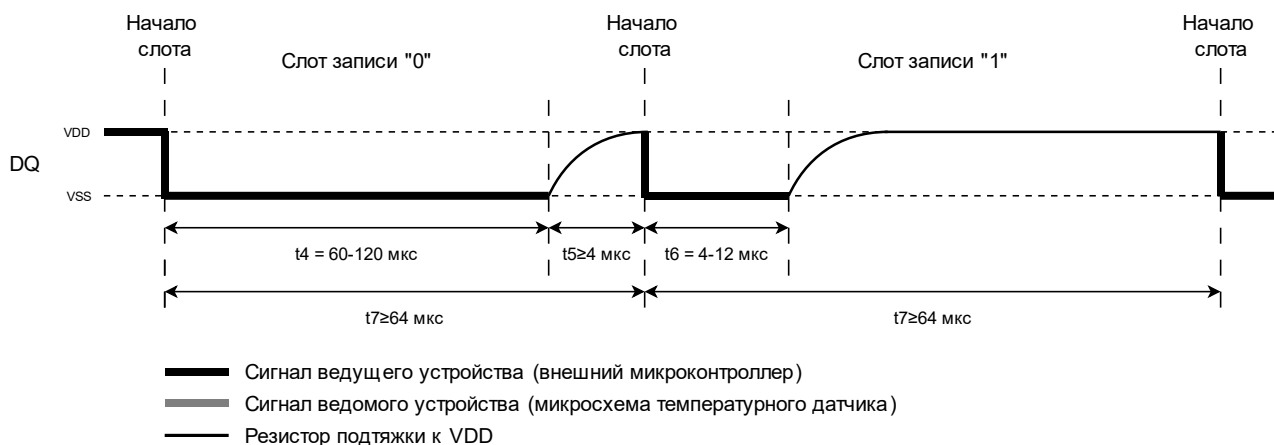

Рисунок 5. Временная диаграмма записи данных
- 1) Произвести инициализацию (см. пункт «Инициализация» рисунок 5);